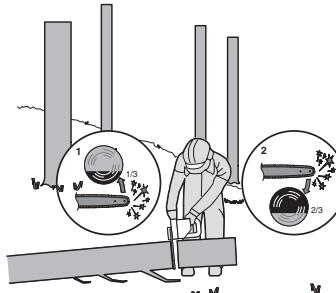

Abbildung 4
Wenn der Baumstamm gemäß Abbildung 4 an einem Ende abgestützt ist, schneiden Sie ein Drittel des Stammdurchmessers von unten ein (Rückhandschritt) (1). Führen Sie anschließend den endgültigen Schnitt im Vorhandschnitt durch (2), um auf den ersten zu treffen.